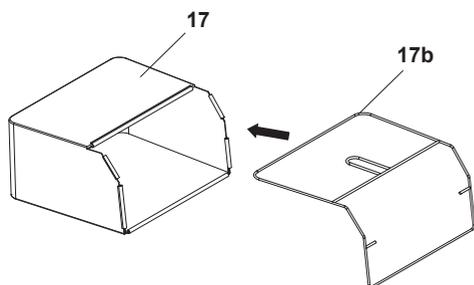

Fig. 4
1. Aligner et insérer le cadre en acier (17b) dans le bac de ramassage (17) (Fig. 4).